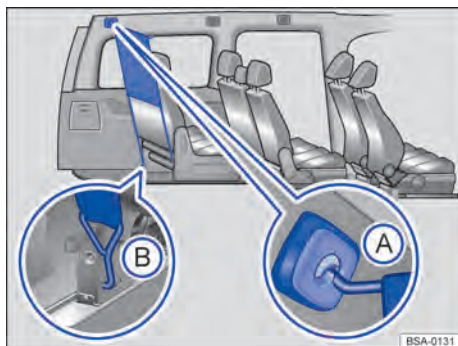

Abb. 154 Netztrennwand hinter der dritten Sitzreihe eingebaut.
1. Netztrennwand in die *hintere linke* Aufnahme im Dach einhaken → **Abb. 154 (A)**. Darauf achten, dass die Querstange über die obere Position hinaus nach unten gezogen wird.
3. Netztrennwand in der Sitzbefestigung einhaken → **Abb. 154 (B)**.